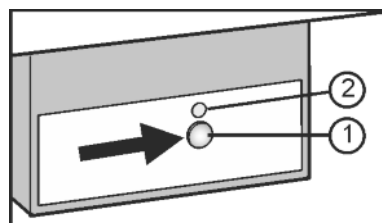

Fig. 22
- ▶ Nacisnąć przycisk On/Off Fig. 22 (1), aż zaświeci LED Fig. 22 (2).